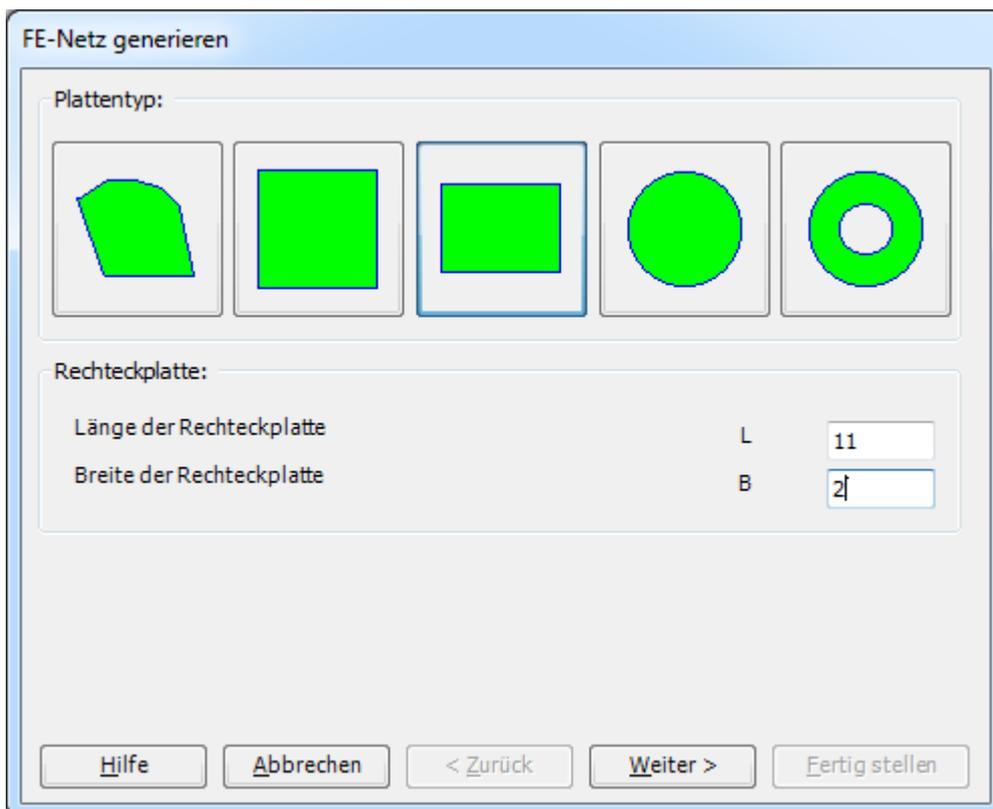

Bild 8.7 Auswahl von Netzschablonen
- Wählen Sie "FE-Netzdaten" aus der Registerkarte "Daten". Eine Auswahl von Schablonen verschiedener Netzformen erscheint (Bild 8.7)